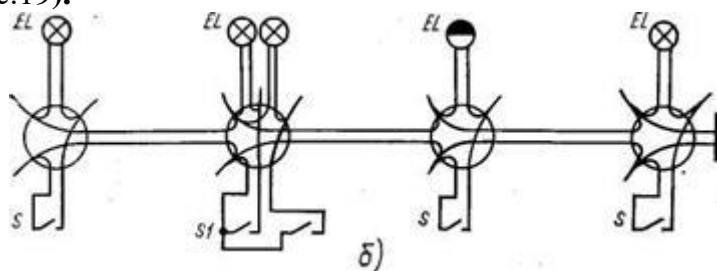

Рисунок 19
1. По данному чертежу проекта составить монтажную и многолинейную схемы соединения проводов в ответвительных коробках и осуществить сборку схемы (рис.19).
4. По монтажной составить многолинейную схему соединения проводов в ответвительных коробках (рис. 19).